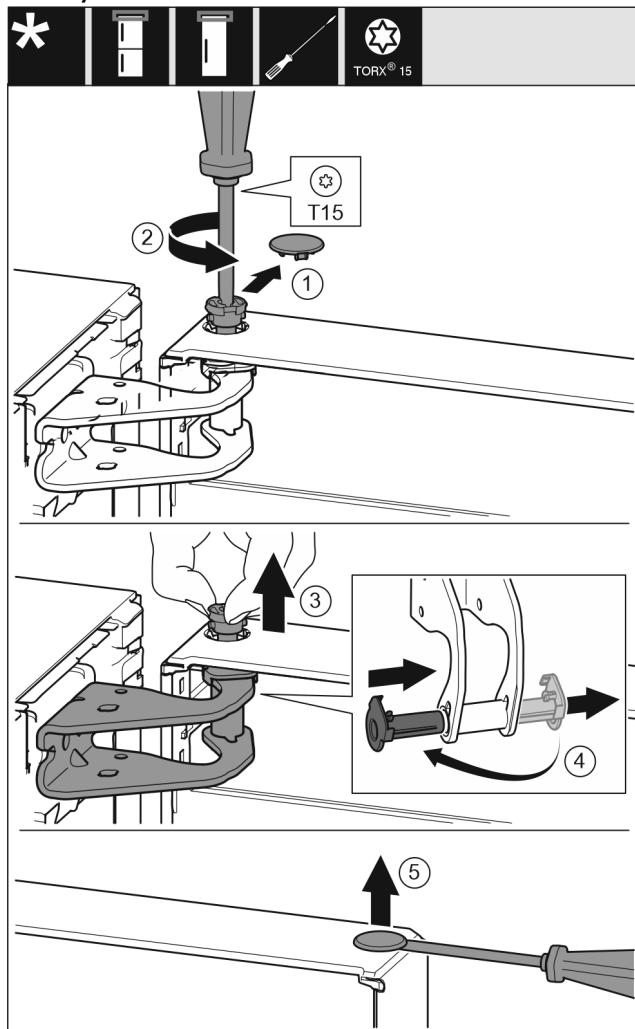

Fig. 7
- ▶ Opatrne vytiahnite pojistný kryt. Fig. 7 (1)
- ▶ Skrutkovačom T15 trochu vyskrutkujte čap. Fig. 7 (2)
- ▶ Pevne držte dvere a čap vytiahnite prstami. Fig. 7 (3)
- ▶ Puzdro ložiska vytiahnite z vedenia. Nasadte z druhej strany a zaklapnite. Fig. 7 (4)
- ▶ Plochým skrutkovačom opatrne nadvihnite a vyberte zátku z puzdra ložiska dverí. Fig. 7 (5)